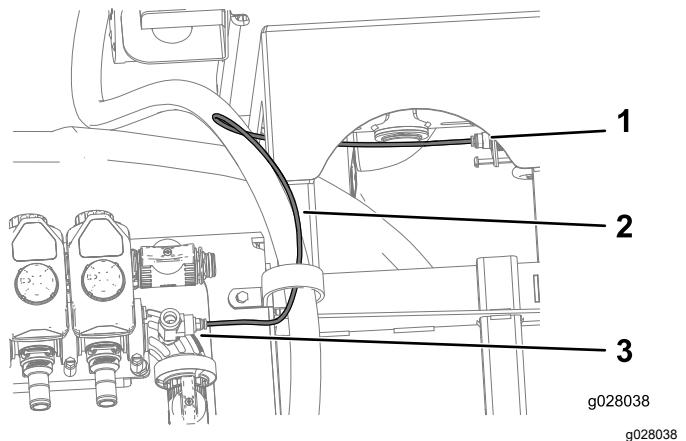

Рисунок 38
4. Подсоедините трубку датчика давления к соединительной муфте на тройнике в прямоугольном колене и соединительной муфте на манометре (Рисунок 38).